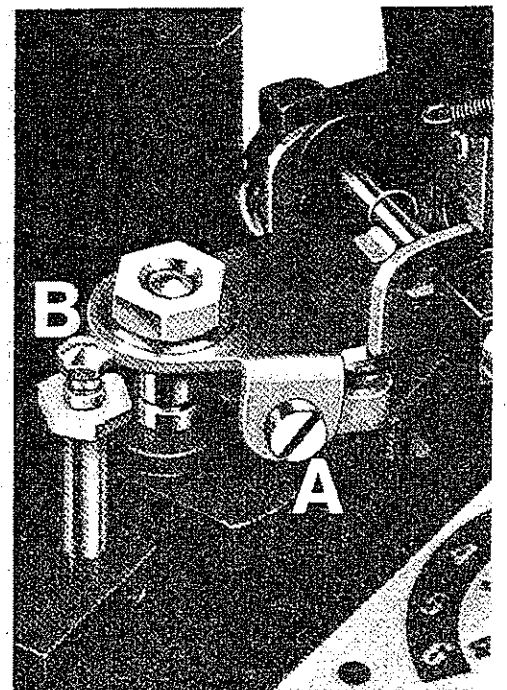

Fig. 4 PICK-UP HEIGHT AND SET DOWN ADJUSTMENT
3. **Pose de l'aiguille.** La position correcte pour la pose de l'aiguille est à 3mm du bord du disque. La position se règle à l'aide de la vis de réglage de l'aiguille (Fig. 4, A) et ceci s'effectue de la meilleure manière avec une pile de disques de 30cm sur le plateau. Lorsque l'aiguille est correctement positionnée pour un disque de 30cm la pose de l'aiguille sera également correcte pour les disques de 17 et de 25cm.
4. **Hauteur du bras de pick-up.** La hauteur de bras de pick-up est correctement réglée quand l'aiguille est de 3mm au dessus de la surface d'une pile de huit disques d'épaisseur moyenne sur la platine. La hauteur du bras de pick-up peut être augmentée en tournant la vis de réglage de hauteur du pick-up (Fig. 4, B) dans le sens inverse des aiguilles d'une montre, et être diminuée en la tournant dans le sens des aiguilles d'une montre. Après tout réglage, il faut procéder à une vérification pour s'assurer que le bras de pick-up ne touche pas le dessous des disques retenus en pile sur la saillie de l'axe central et qu'il est également immobilisé par le verrou automatique de bras de pick-up.